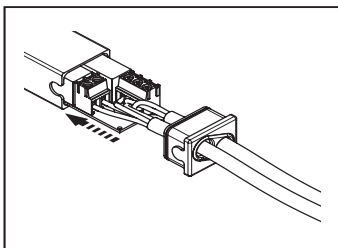

Рисунок 6: Подключение проводов к клеммам
7. Вставьте плату в контейнер и убедитесь, что зачищенная длина кабеля полностью находится внутри контейнера (Рисунок 6).